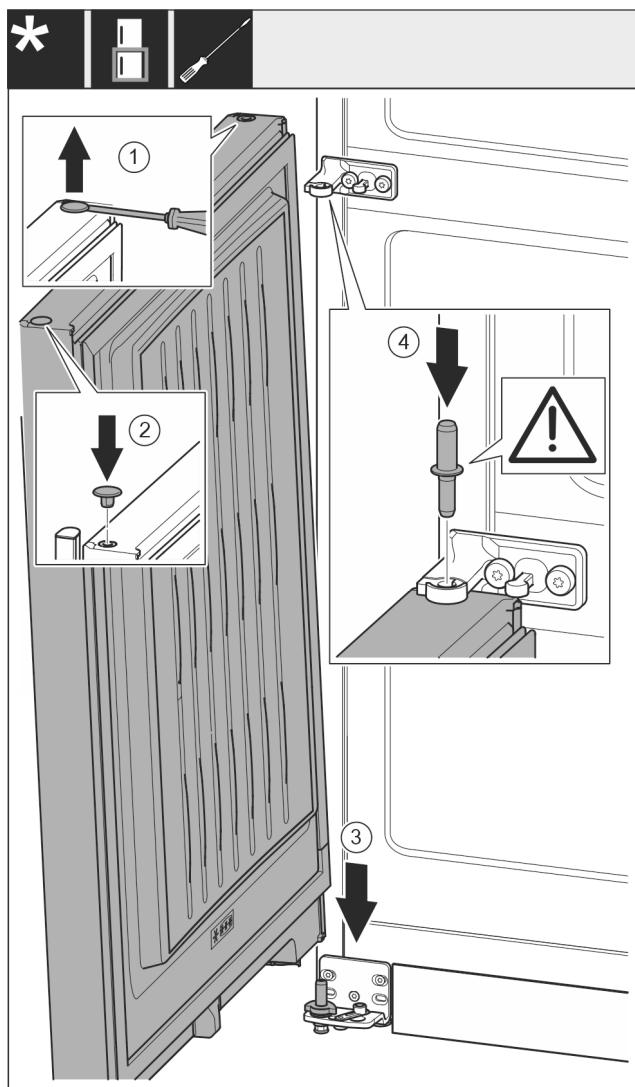

Fig. 18
- ▶ Plochým skrutkovačom opatrne nadvihnite a vyberte zátku. Fig. 18 (1)
- ▶ Zátku opäť nasadte na druhú stranu dverí. Fig. 18 (2)
- ▶ Dvere nasadte zhora na dolný ložiskový čap. Fig. 18 (3)
- ▶ Ložiskový čap v strede nasadte cez ložiskovú konzolu v strede do dolných dverí. Dbajte pritom na to, aby zaistovací doraz ukazoval smerom dozadu. Fig. 18 (4)